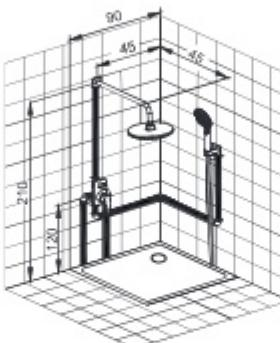

Рис. 1 / 1 сур.
Встраиваемый смеситель с дивертором и двумя выходами предназначен для подключения двух точек водопотребления, например, верхнего душа и душевого шланга (рис. 1).
2. В намеченном месте установки душевой системы необходимо подготовить нишу для установки корпуса смесителя, выхода с держателем ручной лейки, кронштейна тропического душа, излива\*. Нишу подготавливают путем штробирования стены. Глубину ниши и ее размеры необходимо предусмотреть с учетом размеров элементов душевой системы. При определении глубины ниши необходимо учесть толщину будущей отделки и глубину, на которую могут быть установлены элементы душевой системы от поверхности будущей стены от отделкой. Справочные размеры указаны на рис. 1.